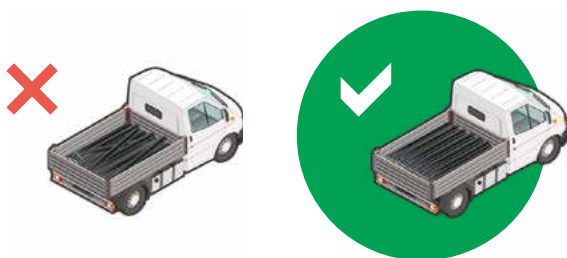

Abbildung 1
- Die Rohre sind in gerader, waagerechter Position aufzunehmen und zu transportieren, mit Abstützung über die gesamte Länge und unter Vermeidung von extremem Druck auf die Rohre z.B. durch Spanngurte oder andere schwere Materialien (Abb. 1).